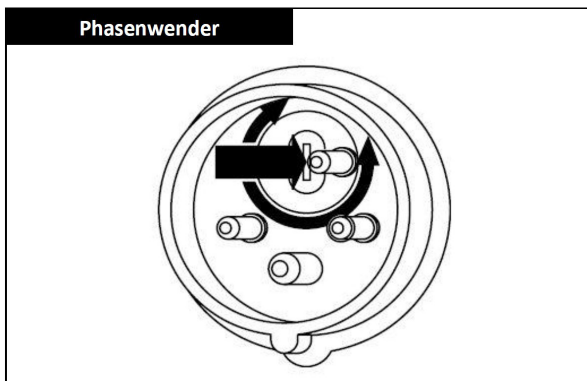

Abb. 6: Phasenwender
Schritt 4: **Wenn Drehrichtung nicht korrekt ist:** Den Kompressor mit dem Hauptschalter ausschalten und am Netzanschluss zwei Phasen von einer Elektrofachkraft vertauschen lassen. Bei Ausstattung des Kompressors mit einem Phasenwender (Abb. 6) kann die Drehrichtung am Phasenwender korrigiert werden. Anschließend die Drehrichtung nochmals prüfen.